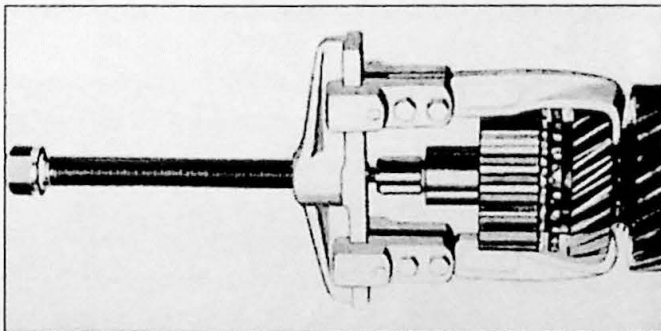

Fig. 6.8. Demontage voorste synchronisatie
3. Verwijder de borgring van de voorkant van de as. Trek de naaf van de synchronisatie en het tandwiel van de 2e versnelling met een geschikte trekker eruit (Fig. 6.8). Neem de drukring weg.